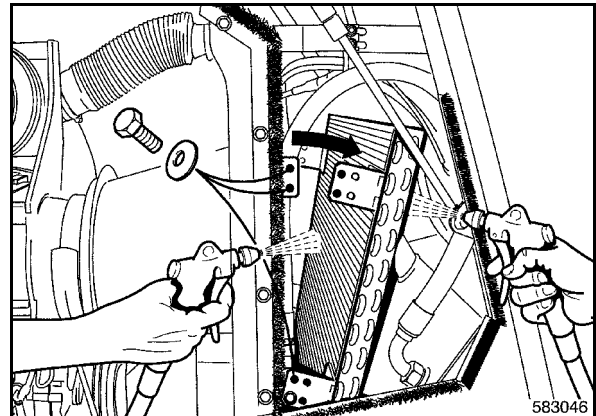

Fig. 170
- Desenroscar los tornillos de fijación del condensador (Fig. 170) y plegar el condensador hacia delante.